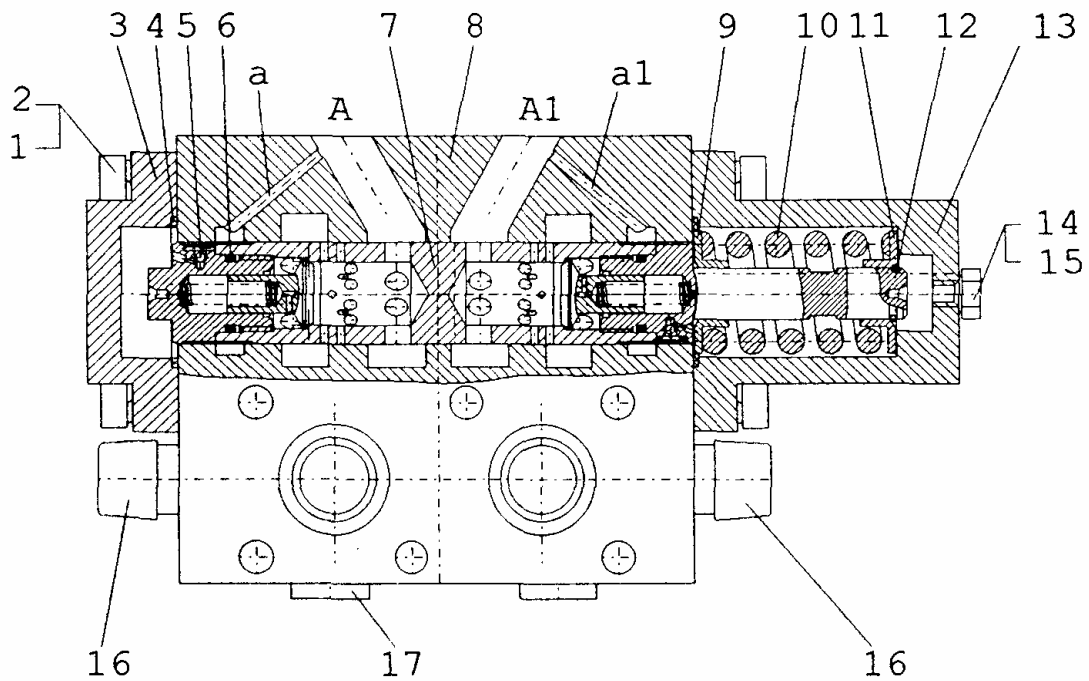

Рис. 47 Гидроклапан противообгонный
7. ГИДРОКЛАПАН ПРОТИВООБГОННЫЙ (рис. 47)